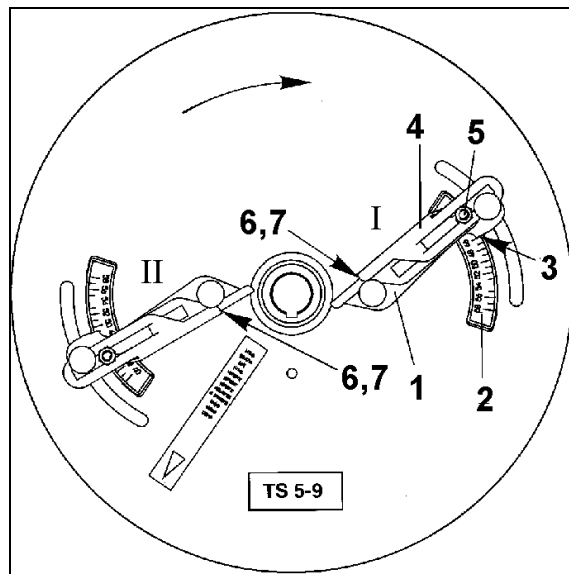

Fig. 65
1. Sett avlesekanter (Fig. 65/7) til vingen "I" på bokstavverdi "D" og skru fast den ytre vingedelen. Drei vingen "I" til tallverdien "50" og skru den fast.
2. Sett avlesekanter (Fig. 65/7) til vingen "II" på bokstavverdi "F" og skru fast den ytre vingedelen. Drei vingen "II" til tallverdien "46" og skru den fast.